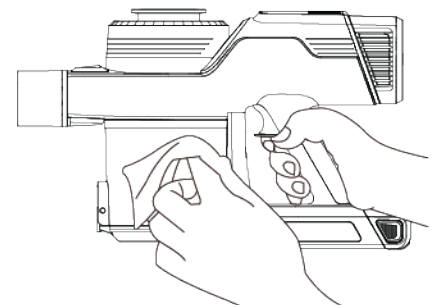

Figure 4
2. Essuyer le corps de l'aspirateur avec un chiffon humide pour éliminer la poussière et les débris (Figure 4).